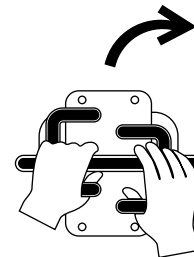

Figura 9
- Para girar a la derecha, mueva el control de tracción izquierda hacia adelante (Figura 9).